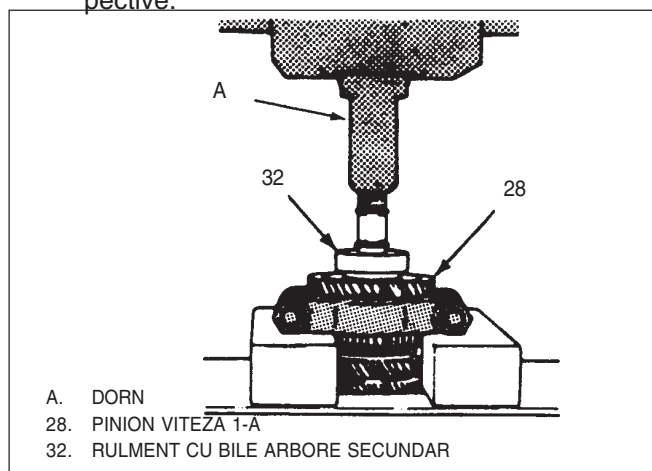

Fig. 45 Demontare pinion viteza 1-a
- 1) Rulment(32), rondelă(30), rulment axial cu ace(29), pinion viteza 1-a(28) și colivie cu ace(82), Fig 45.